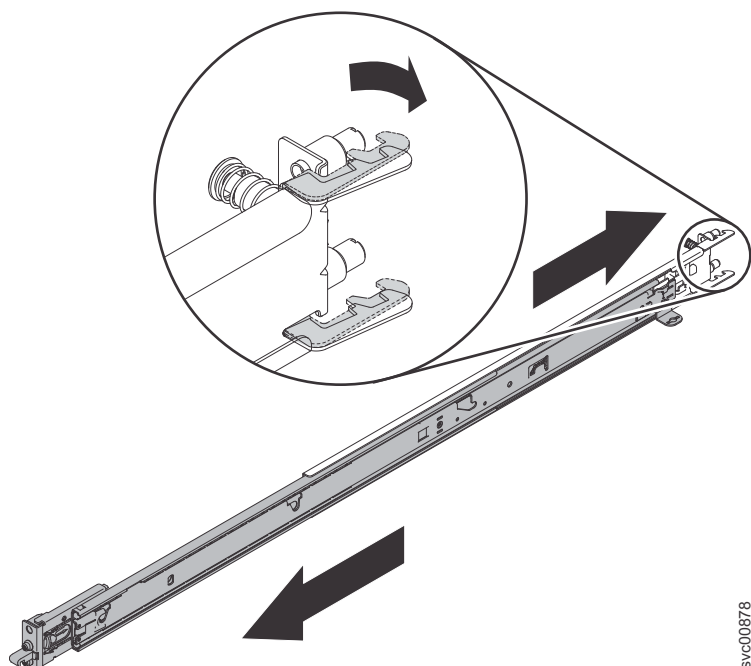

Figura 63. Abrindo os ganchos do trilho deslizante traseiro
2. Abra os ganchos do trilho deslizante traseiro, conforme mostrado em Figura 63 na página 92.